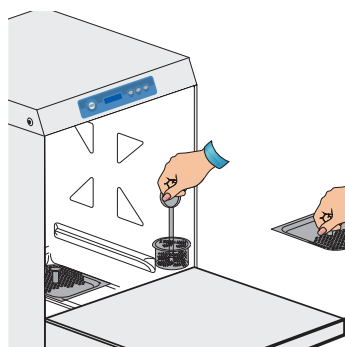

Fig. 2
- Controllare che il filtro aspirazione pompa sia ben alloggiato nella propria sede sul fondo della vasca (vedi fig. 2 e 3).
- Inserire i filtri di superficie (vedi fig. 2 e 3).